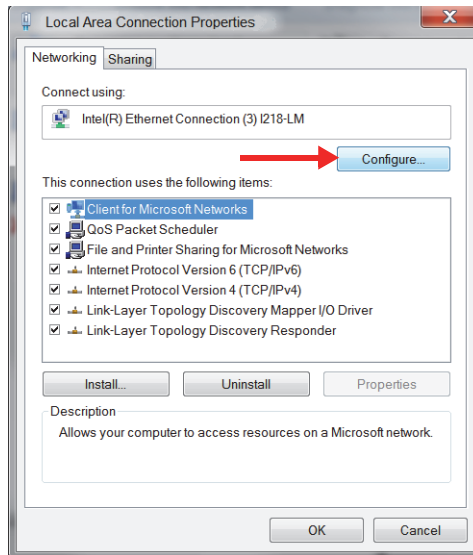

Figure 1-7 Sélection de l'option Configurer
3. Dans l'onglet **Networking**, cliquez sur **Configurer** (Figure 1-7 à la page 31).